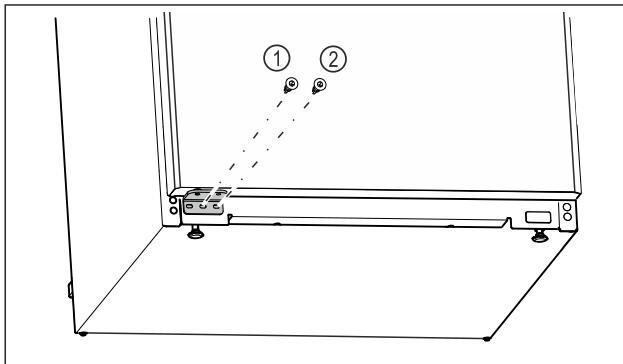

Fig. 25
- Затяните центральный винт опорного кронштейна Fig. 25 (1) отверткой Torx 20.
► Затяните внутренний винт опорного кронштейна Fig. 25 (2) отверткой Torx 20.